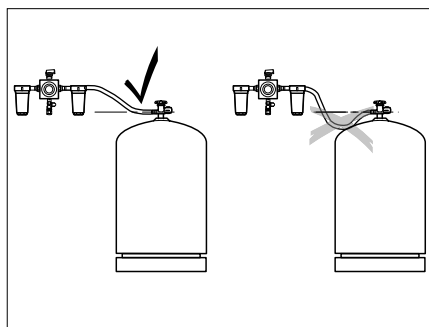

Fig. 251 Disposition des flexibles à haute pression
- ▷ Lors de la pose des flexibles à haute pression, veiller à ce que les flexibles soient en montée continue (Fig. 251)!